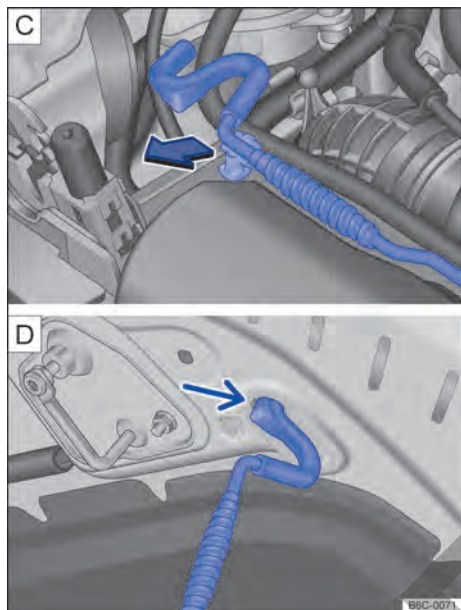

Fig. 181 [C] Varilla de sujeción de la tapa del compartimento del motor. [D] Tapa del compartimento del motor apoyada en la varilla de sujeción.
- Retirar la varilla de sujeción del soporte en el sentido de la flecha → fig. 181 [C] y colocarla en la abertura de la tapa del compartimento del motor → fig. 181 [D].
- Retirar la varilla de sujeción del orificio → fig. 181 [D] y encajarla en el soporte del cierre → fig. 181 [C].